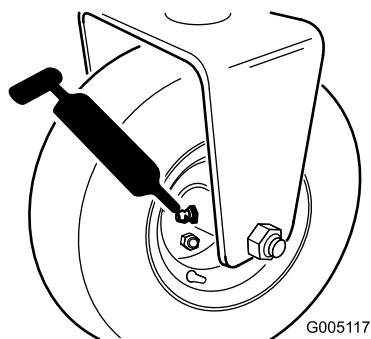

図 38
- ・ リアホイール・ローラのクラッチと外側のボールベアリング（1か所）（図 38）